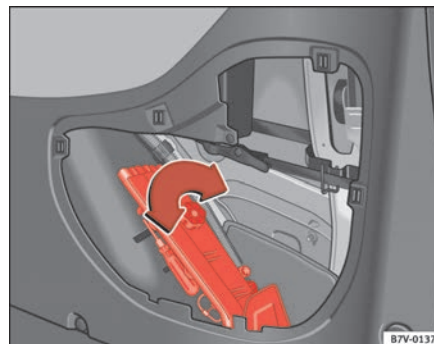

Abb. 151 Unterbringung Bordwerkzeug
Das Bordwerkzeug befindet sich im Gepäckraum hinter der linken Seitenverkleidung und ist mit einer Rändelschraube ⇒ Abb. 151 ① befestigt. Das Bordwerkzeug besteht aus folgenden Teilen:
- ① Werkzeugbox⁴⁴⁾
- ② Schraubendreher mit Sechskant im Griff zum Heraus- oder Hineindrehen der gelockerten Radschrauben. Die Schraubendreherklinge ist umsteckbar. Der Schraubendreher steckt im Radschlüssel.
- ③ Abschleppöse, einschraubbar
- ④ Gabelschlüssel 10 x 13 mm
- ⑤ Drahtbügel⁴⁴⁾ zum Abziehen der Radmittenabdeckungen oder Abdeckungen für die Radschrauben